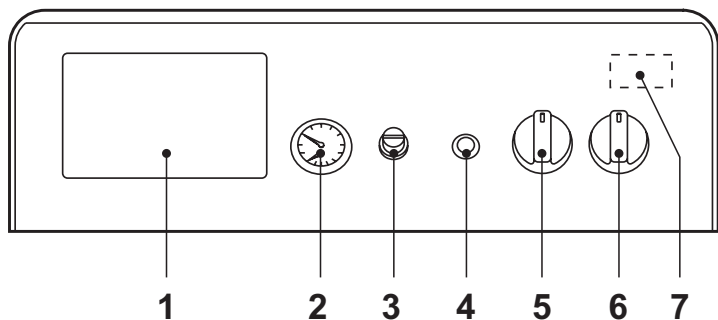
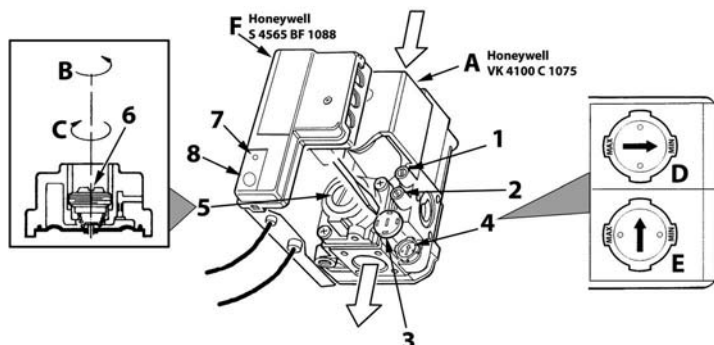

рис. 1 - Панель управления
рис. 4 - Регулирование давления
- Установите главный выключатель "6" в положение 1 (рис. 1).
- Если котел оборудован электронным термостатическим блоком управления, установленным в положении 1 на рис. 1, пользователь должен также соблюдать инструкции, предоставляемые изготовителем данного блока.
Повернув ручку 5 на рис. 1 по часовой стрелке, температура воды в системе отопления повышается и наоборот. Температуру воды в системе отопления можно регулировать в пределах от 30° до 90°. Однако не рекомендуется эксплуатировать котел при температуре ниже 45°.
Задайте с помощью термостата температуры воздуха в помещении нужную температуру внутри помещения. По команде от комнатного термостата котел нагревает воду в системе отопления до температуры, заданной с помощью термостата регулировки котла 5 de рис. 1. При достижении в помещении желаемой температуры котел выключается.
При заполнении холодной системы отопления, давление воды, контролируемое по показаниям установленного на котле водомера поз. 2 на рис. 1, должно составлять примерно 1,0 бар. Если во время работы давление воды в системе упало (из-за испарения растворенных в воде газов) до величины ниже вышеуказанного минимума, пользователь должен открыть кран подачи воды и довести давление до первоначального значения. По окончании операции всегда закрывайте кран подачи воды.
Подключите манометр к штуцеру отбора давления 2 (рис. 4), расположенному после газового клапана, затем переведите ручку термостата котла (поз. 5 - рис. 1) на максимум.
Сняв защитную пробку 5 (рис. 4), регулируйте давление газа с помощью винта 6 на желаемое значение (см. таблицу технических данных и диаграммы изменения мощности, приведенных в сар. 5).
2. Снимите с газового вентиля маленький защитный колпачок 3 (рис. 4). С помощью маленькой отвертки регулируйте "СТУПЕНЬ" розжига на основании выбранного для работы газа (G20-G25 положение D рис. 4 или G30-G31 положение E рис. 4); установите защитный колпачок на место.